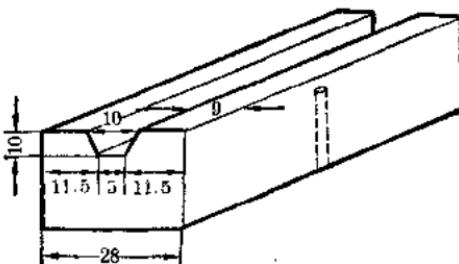

图 2
2. 在木块上面开一个凹槽，凹槽面宽10毫米，底宽5毫米(图2)。便于把桨柄放入，凹槽开法可先把木块表面画好
直线，侧面也画好凹槽端面形状的线，然后用钢锯照直线锯两条槽，再用小凿子凿或用槽刨刨，用砂皮纸砂光，高度如图 2。